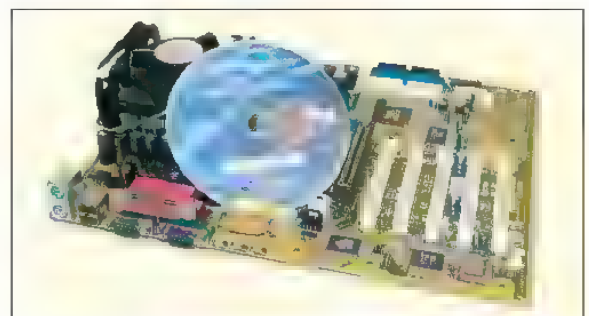

Bild 2: CD zum Motherboard
7. Zum Motherboard wird meist eine CD mitgeliefert (Bild 2). Wozu wird diese benötigt?